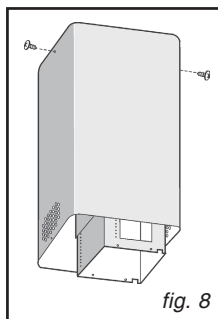
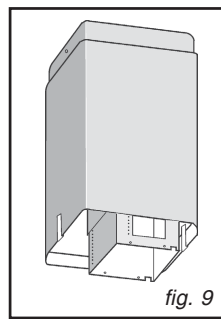

fig. 8
fig. 9
- Indfør det øverste rør (den med de runde splejsede øjer) i teleskoprøret, med de splejsede øjer, der vender nedad; fastspænd røret til bøjlens ved hjælp af 2 skruer (Fig. 8). Indfør derefter det nederste rør på samme måde, som det første; lad det glide opad, og lås det i den position med tape (Fig. 9).
- Indfør det øverste rør (den med de runde splejsede øjer) i teleskoprøret, med de splejsede øjer, der vender opad; fastspænd røret til bøjlen ved hjælp af 2 skruer (Fig. 13). Indfør derefter det nederste rør på samme måde, som det første; lad det glide opad, og lås det i den position med tape (Fig. 9).